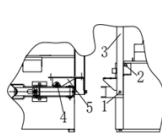
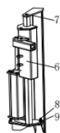

Fig 10
Fig 11
2. Instalați coloana (3) cu șuruburile (1) și (2); instalați suportul brațului auxiliar (5) cu șurubul (4); (Fig. 10)
3. Instalați brațul auxiliar (6) cu piulița (7) și
șurubul (9), apoi strângeți piesele (4), (7), (8) și (9) (Fig. 10, Fig. 11);